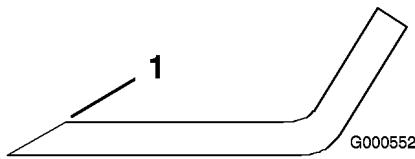
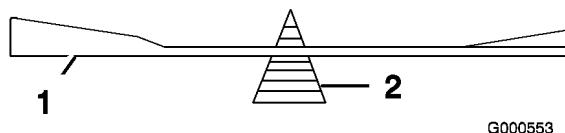

Figure 38
Figure 39
1. Au moyen d'une lime, aiguisez les tranchants aux deux extrémités de la lame (Figure 38) en veillant à conserver l'angle de coupe d'origine. Limez la même quantité de métal sur chacun des deux tranchants pour ne pas déséquilibrer la lame.
2. Vérifiez l'équilibre de la lame en la plaçant sur un équilibrEUR (Figure 39). Si la lame reste horizontale, elle est équilibrée et peut être utilisée. Si la lame est déséquilibrée, limez un peu l'extrémité de la partie incurvée seulement (Figure 38). Répétez la procédure jusqu'à ce que la lame soit équilibrée.